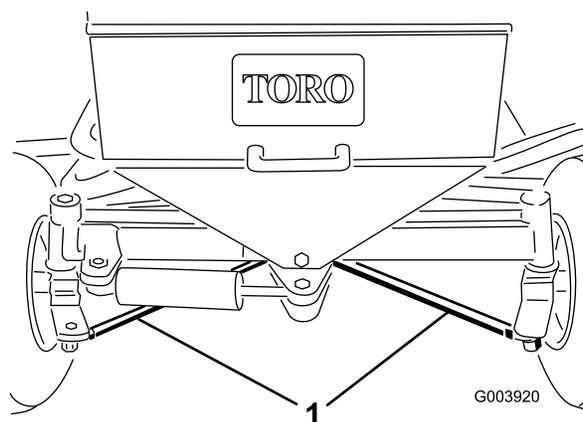

図 65
2. 両方のタイ・ロッドのジャムナットをゆるめる (図 65)。